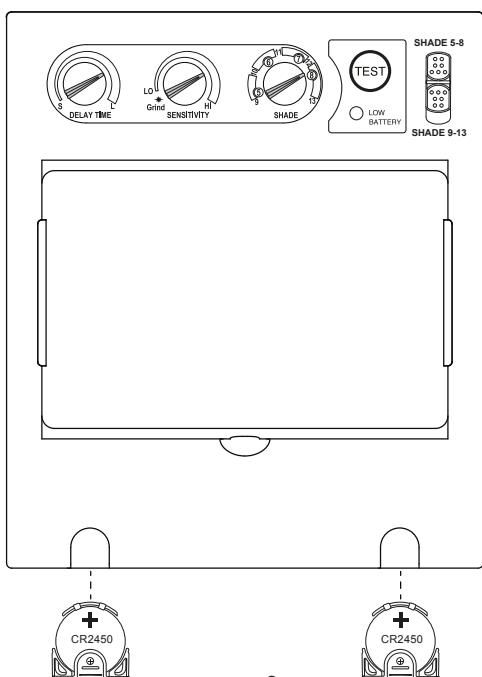

рис. 3
В таблице «Степени затемнения» выберите уровень, необходимый для выбранного сварочного процесса. Выберите диапазон (5-8DIN или 9-13DIN) степени затемнения с помощью переключателя на (рис.3.) в соответствии со способом сварки. Установите регулятор затемнения расположенный на внутренней стороне картриджа в требуемое положение.
Чувствительность может быть «HIGH» (высокая) или «LOW» (низкая). Плавная регулировка чувствительности светофильтра осуществляется с помощью ручки регулятора «SENSITIVITY», расположенной на внутренней стороне картриджа (см. рис.3). Средневысокая чувствительность рекомендуется для большинства областей применения. Максимальная чувствительность подходит для сварки с малой силой тока, TIG и других особых применений. При работе на солнце, в ярко освещенном помещении или рядом с другим сварщиком необходимо поставить ручку регулятора «SENSITIVITY» в положение «LOW» (низкая) (см. рис.3). Чтобы получить оптимальный эффект, рекомендуется сначала установить высокую чувствительность, а затем постепенно уменьшать до такого уровня, когда светофильтр начнет реагировать только на сварочную дугу, а не окружающее освещение (солнце, яркое освещение в помещение, дуга другого сварщика и т. д.). Если регулятор чувствительности стоит в положении «HIGH», то светофильтр блокируется в темном состоянии.
Регулирование времени задержки может исключить преждевременное открытие по окончании сварки, когда дуги уже нет, но раскаленный металл еще ярко светится, а также для предотвращения «мигания» светофильтра при кратковременных паузах. Задержка может быть короткой «S» (0,1 сек.) и длинной «L» (1,0 сек.). Плавная регулировка осуществляется с помощью ручки регулятора «DELAY», расположенной на внутренней стороне картриджа (см. рис.3). Короткая задержка подходит для точечной сварки, длинная задержка для сварки с большой силой тока. Длинная задержка также подходит для TIG сварки на малых токах, и TIG/MIG/MAG сварки в импульсном режиме.
Режим шлифовки «Grind» используется при обработке металла абразивными кругами, шлифовании (см. рис.3). В данном режиме светофильтр выключается. Степень затемнения зафиксирована на 3,5 DIN, что дает чистую видимость при работе с УШМ.
Перед началом сварки, для диагностики работоспособности светофильтра нажмите на кнопку «TEST» и держите (см. рис.3), если все исправно и установлено правильно, светофильтр перейдет в темное состояние, а при отпускании, автоматически вернется в светлое состояние (3,5 DIN).
1. Извлеките держатели элементов питания. (см. рис.3)